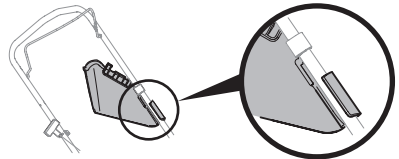

Figure 14
**NOTE :** Certains déflecteurs d'éjection latérale sont dotés d'une attache qui permet de les retenir au guidon. Si tel est le cas, le déflecteur d'éjection peut être fixé au guidon même lorsqu'il n'est pas utilisé (Figure 14).